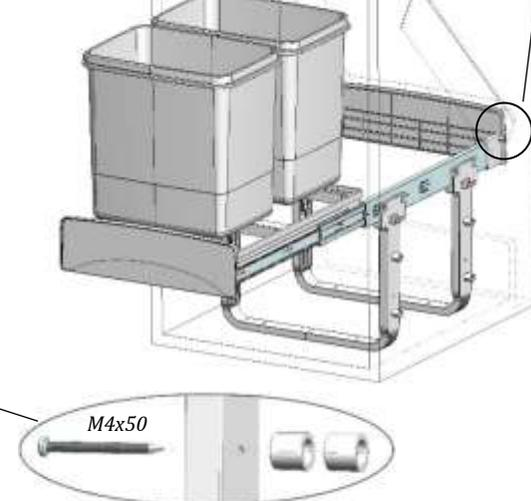

FIG.4B
• Côté porte (B) ; fixation au mur avec les 4 vis **M4x50** et les 8 entretoises fournies (Fig.4B), fixation de la poubelle à la base. en utilisant les 4 vis **M4x25** fournies (Fig.5).
• Lato sportello (B); fissare alla parete con le 4 viti **M4x50** e 8 distanziatori forniti (Fig.4B), fissare alla base il portarifiuti utilizzando le 4 viti **M4x25** fornite (Fig.5).